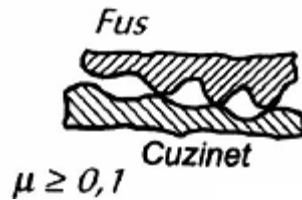

Fig. 3
- **frecare uscată** – caracterizată prin absența totală a lubrifianțului, contactul realizându-se direct între suprafețele metalice (fig 3); acest tip de frecare apare între fus și cuzinet la turație zero (în repaus).